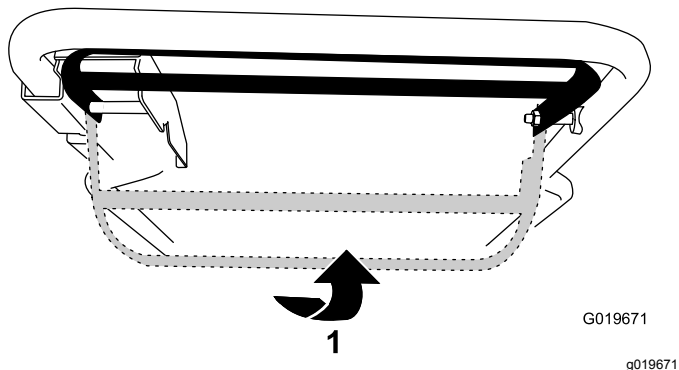

図 16
- ブレードを回転させずに自走する場合 ブレードコントロールバーをハンドル側に握り込む 図 16。